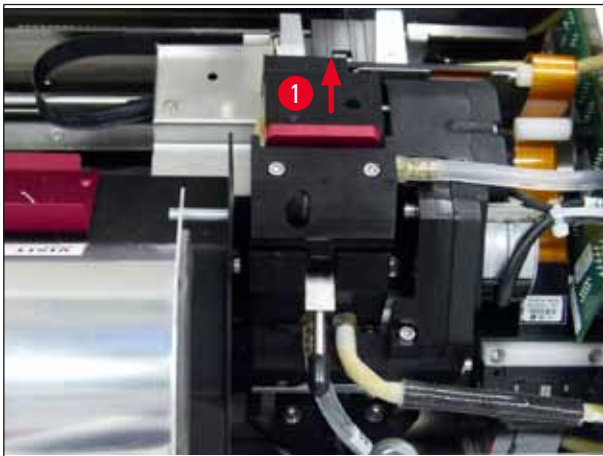

Abb. 52
2. Der Druckkopf (→ "Abb. 52-1") bewegt sich nach oben zu einer ca. 1 cm von der Dichtlippe entfernten Position (→ "Abb. 52").